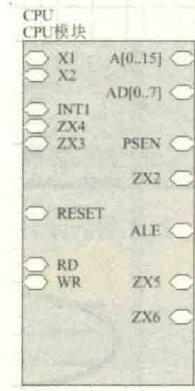

图 4-85 放置 CPU 模块方块图的内部 I/O 端口
(5) 执行菜单命令 “Place-Sheet Entry” 或者图标命令 , 放置方块图的内部 I/O 端口。与端口放置一样, 在放置状态下按 “Tab” 键, 可以对内部 I/O 端口属性进行设置。多次执行这个操作, 同样放置 CPU 模块方块图的内部 I/O 端口, 如图 4-85 所示。